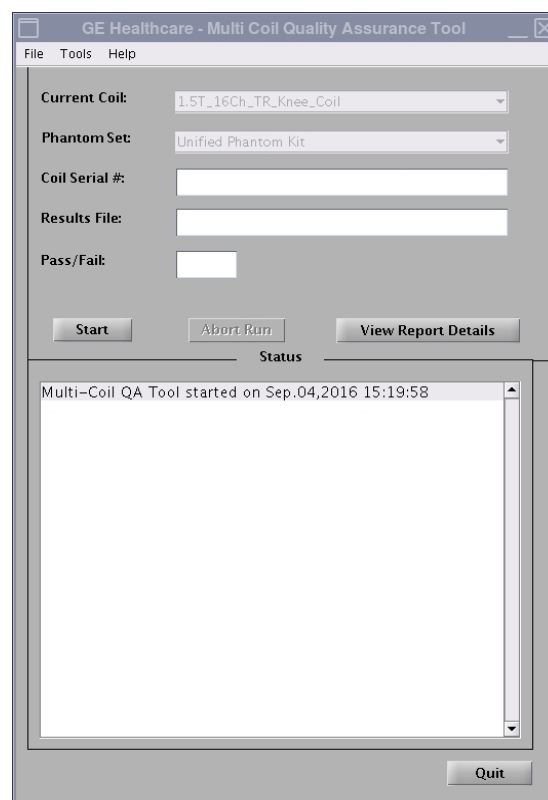

Figure 3
Le champ de l'antenne actuelle est automatiquement renseigné (Figure 3), en fonction de l'ID de l'antenne connectée au LPCA. Indiquez le numéro de série de l'antenne testée dans le champ Coil Serial # (N° de série de l'antenne).
2. Cliquez sur **[Start]** (Démarrer) pour commencer le test automatisé présenté à la figure 3. Selon le nombre d'emplacements de test (complexité de l'antenne), le test peut prendre de 3 à 5 minutes.